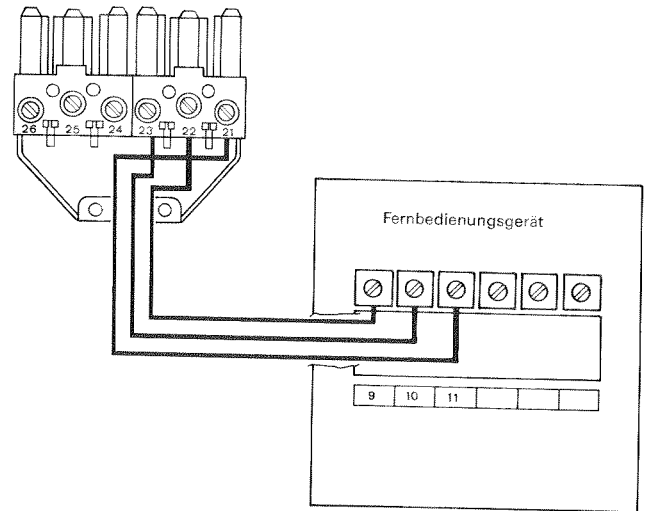

Abb. 3.22
1. Anschlußleitung vom Fernbedienungsgerät-WS oder -RS in Steckverbinder **58** entsprechend Abb. 3.22 anschließen.